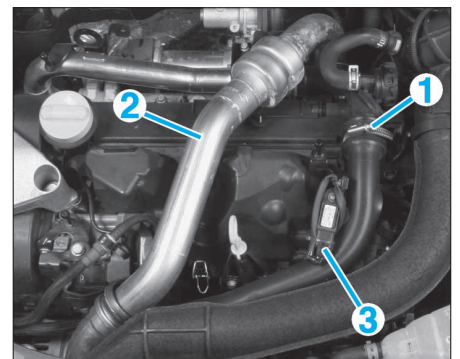

FIG. 70
- Desserrer le collier (1) du conduit d'admission d'air (Fig.70).